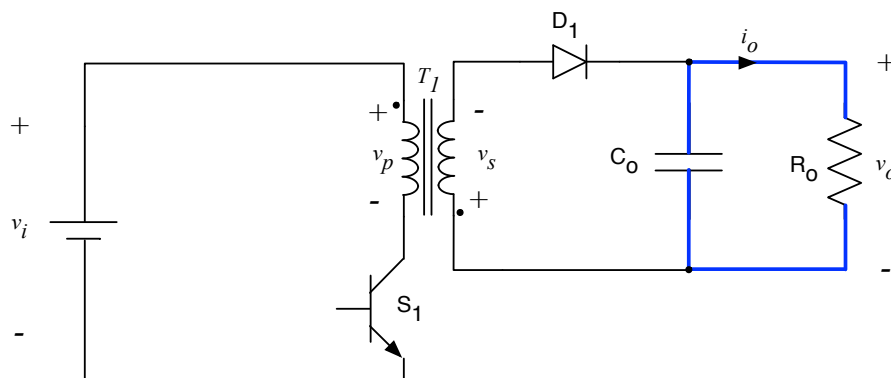

Figura 25 – Terceira etapa de operação do conversor Flyback.
- Terceira etapa ($T_{T1=0}$ até T_s) - o interruptor S_1 e o diodo D_1 estão bloqueados. A carga é alimentada pelo capacitor de saída C_o . As correntes no primário e secundário do transformador, no interruptor S_1 e no diodo D_1 são iguais a zero. Esta etapa é mostrada na Figura 25.